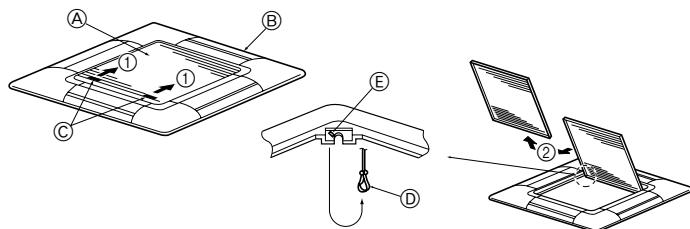
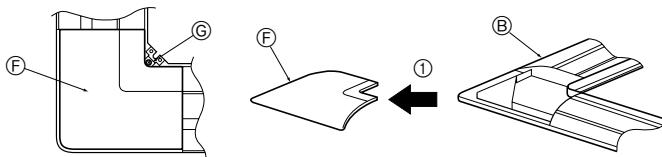

Fig. 8-3
Fig. 8-4
8.2.1. Πώς αφαιρούνται οι γρίλιες εισόδου αέρα (Fig. 8-3)
- Σύρατε τους μοχλούς προς την κατεύθυνση που δείχνει το βέλος ① για να ανοίξετε τις γρίλιες εισόδου αέρα.
- Με τις γρίλιες εισόδου αέρα στη θέση "ορεπ" ("ανοιχτές"), βγάλτε τον αρθρωτό τους σύνδεσμο από τις γρίλιες όπως δείχνει το βέλος ②.
8.2.2. Πώς αφαιρείται το γωνιακό πλαίσιο (Fig. 8-4)
- Αφαιρέστε τη βίδα από τη γωνία του γωνιακού πλαίσιου. Σύρατε το γωνιακό πλαίσιο ώταν δείχνει το βέλος ① για να το αφαιρέσετε.